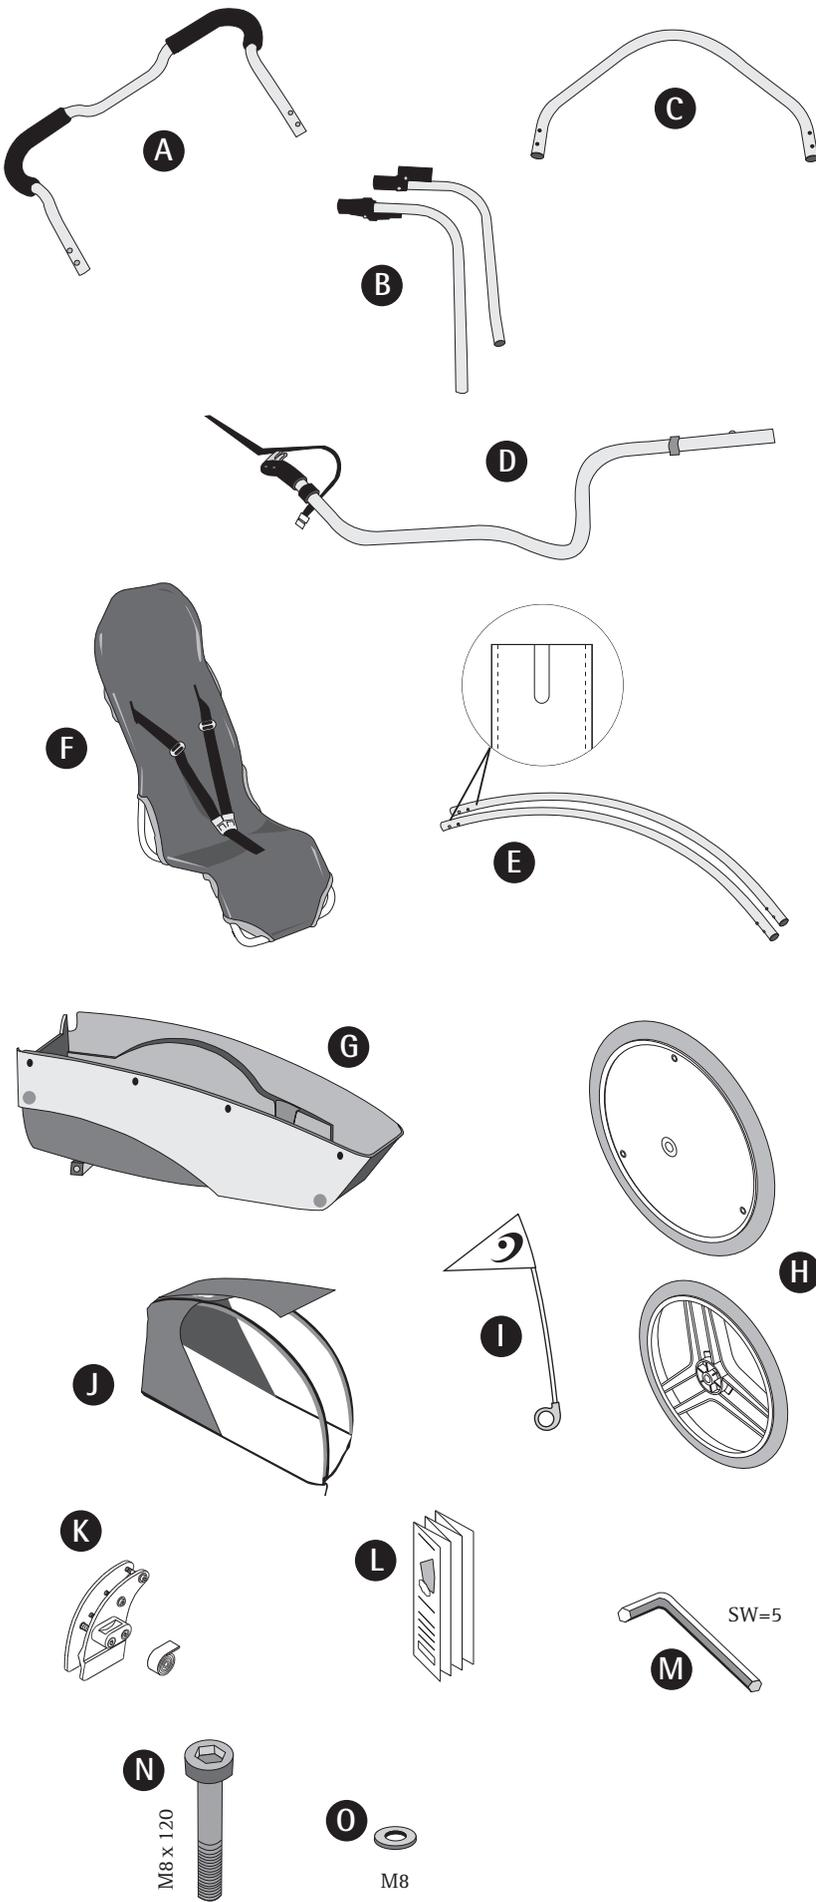

Fig. 1
Volume della fornitura (fig.1)
- 1 Prepari il tetto (J) come illustrato e apra le cerniere lampo. Dopo prenda le due curve del tetto (E) e le introduca sul lato interno nei tubi flessibili tessili preparati. È indispensabile che la tacca fresata presso il tubo della curva del tetto si trovi in alto. (Fig. 1)
- 2 Faccia scorrere ora le parti terminali della curva del tetto nelle apposite parti terminali del collegamento del tetto che si trova presso il rinforzo premontato del tetto (C) e i rinforzi posteriori (B). Fate agganciare i bottoni a scatto.
- 3 Non attacchi ancora le cerniere lampo sul tetto. Adesso prenda lo châssis (G) e ponga i sedili (F) nelle guide dei sedili, applicate in basso allo châssis. Ora prenda il gancio (I) delle cinture dei sedili e lo agganci presso l'angolo di bloccaggio (II) e lo tiri **fortemente**.
- 1 L'hardtop è montato allo châssis ed è già pronto per l'uso. La chiusura con clips sul lato posteriore si apre e si chiude nuovamente eseguendo un piccolo movimento a scatto. Le ruote (E) comprese nella fornitura sono facili da montare. A questo scopo usi le corrispondenti viti M8 x 120 (H) con rondella (I), nonché la chiave (J) prevista a questo scopo.
- 2 Ora è possibile introdurre in modo molto semplice il timone (C) compreso nella fornitura nell'apposito alloggiamento premontato. Faccia scattare in modo ben udibile il bottone a scatto e chiuda il tenditore rapido (fig. 1).
- 2 Ora è possibile introdurre in modo molto semplice il timone (C) compreso nella fornitura nell'apposito alloggiamento premontato. Faccia scattare in modo ben udibile il bottone a scatto e chiuda il tenditore rapido. (Fig. 1)